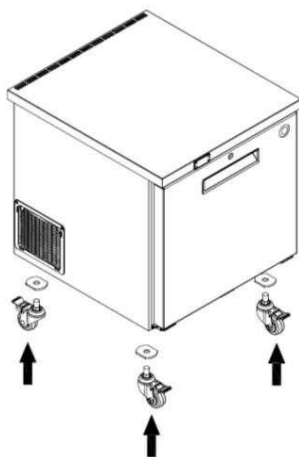

Fig. 4
- Vissez les roulettes (voir Fig 4)